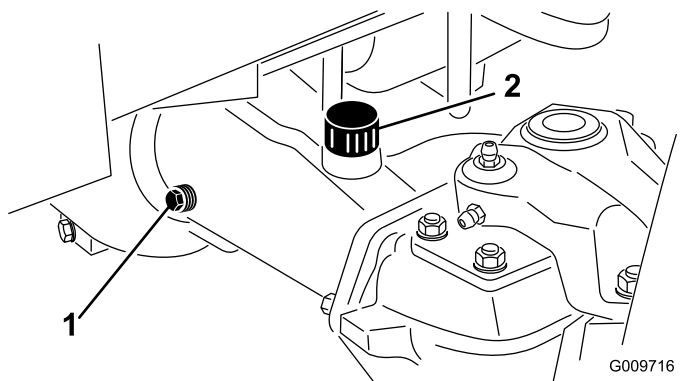

図 65
2. アクスルの一方の端部から点検用プラグ 図 65 を抜き、穴の高さまで潤滑油があることを確認する。量が不足の場合は、給油プラグ 図 65 をはずして補給する。